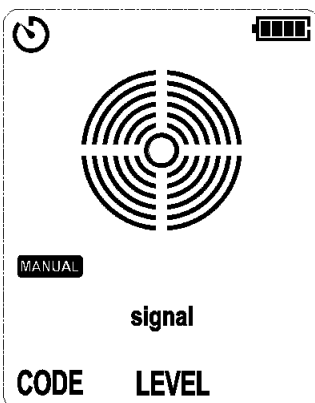

Abbildung 7.2.3a Kein Signal erkannt
1. Schalten Sie den Empfänger ein, und dann drücken Sie kurz die AUTO/MANUELL-Taste, um in den manuellen Modus zu wechseln, wie in Abbildung 7.2.3a dargestellt.